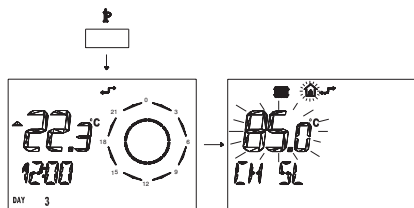

Figura 5.39 Remoto.
- 2 Premere per più di 3 secondi il pulsante **IP** per entrare in modalità **INFO** (Figura 5.39)